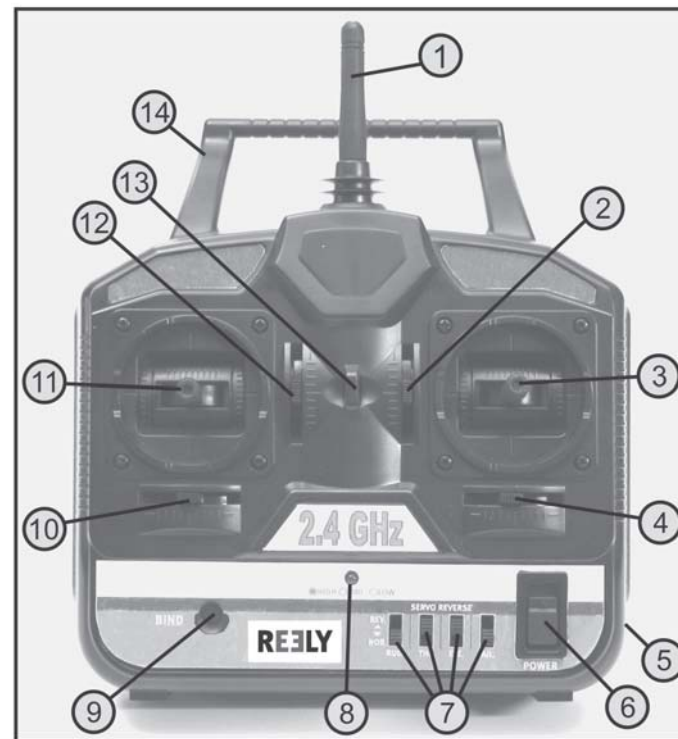

Figure 1
Une fois les batteries chargées ou les piles insérées, allumez à titre d'essai l'émetteur au moyen de l'interrupteur marche/arrêt (voir fig. 1, pos. 6). L'indicateur à DEL vert (voir fig. 1, pos. 8) vous signale que l'alimentation électrique de l'émetteur est suffisante.
Switch on the transmitter with the function switch (figure 1, item 6) with the binding button pressed (3) and keep the button pressed for another 3 - 5 seconds.